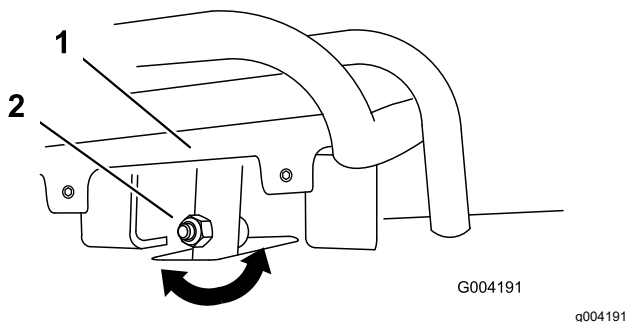
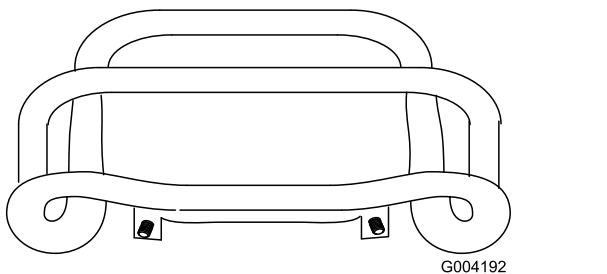

Figura 53
Figura 54
4. Dacă partea din față a comenzii de traciune nu se sprijină drept și la același nivel cu bara de referință, slăbiți piulița și urubul din tija comenzii de traciune (Figura 53).
5. Reglai comanda traciunii astfel încât să se sprijine la același nivel cu bara de referință atunci când este trasă drept înapoi (Figura 53 i Figura 54).
- C. Slăbiți piulița cu guler i urubul din tija comenzii de traciune (Figura 53).
- I. Reglai comanda traciunii astfel încât să se sprijine la același nivel cu bara de referință atunci când este trasă drept înapoi (Figura 53 i Figura 54).